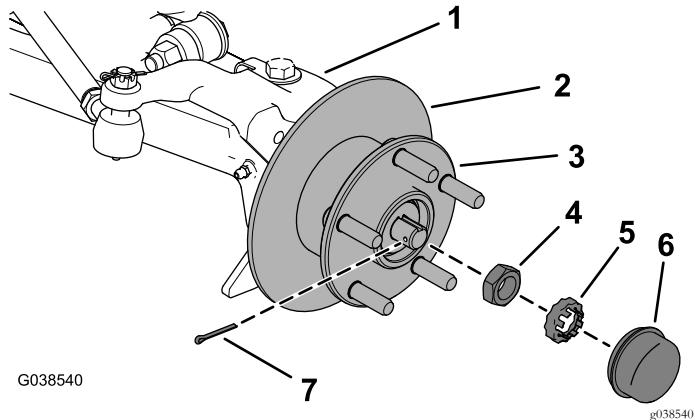

図6
6. スピンドルから、ダストキャップ、ヘアピンコッター、ナットリテーナ、ジャムナットを取り外し、ハブとロータを取り出す図6。
- A. 図 6に示すようにハブを回しながらジャムナットを締めてベアリングを着座させ、ジャムナットを  $1620\text{N m} 1.72.0\text{kg/m} = 1215\text{ft-lb}$  にトルク締めする。
- B. 図 6に示すようにジャムナットをゆるめてタブワッシャとハブから離し、ハブを回しながら、ジャムナットを  $169226\text{N cm} 0.140.17\text{ kg/m} = 1520\text{ in-lb}$  にトルク締めする。
- C. ジャムナットの上からナットリテナを取り付ける。コッターピンを取り付ける穴が見えるのを確認してコッターピンを取り付ける 図 6。
- D. ダストキャップを取り付ける 図 6。